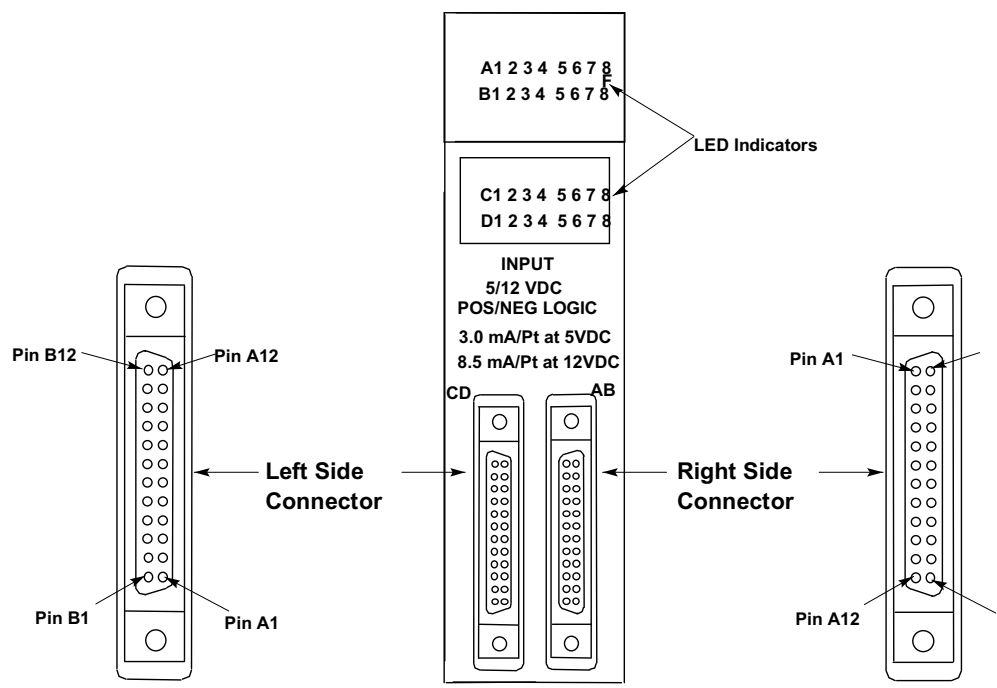

图 7-2 使用双连接器的 I/O 模板 (IC693MDL654) 示例
- 连接一对端子块快速连接 (TBQC) 端子块 (IC693ACC337) 使用一对 GE Fanuc 电缆。电缆有三种长度的：20” (0.5 米)，3 英尺 (1 米)，6 英尺 (2 米)，这个电缆有右插手和左插手类型，因为模板上的连接器导向不同 (看图 7-2)，电缆和端子块的详细说明请参看附录 J。